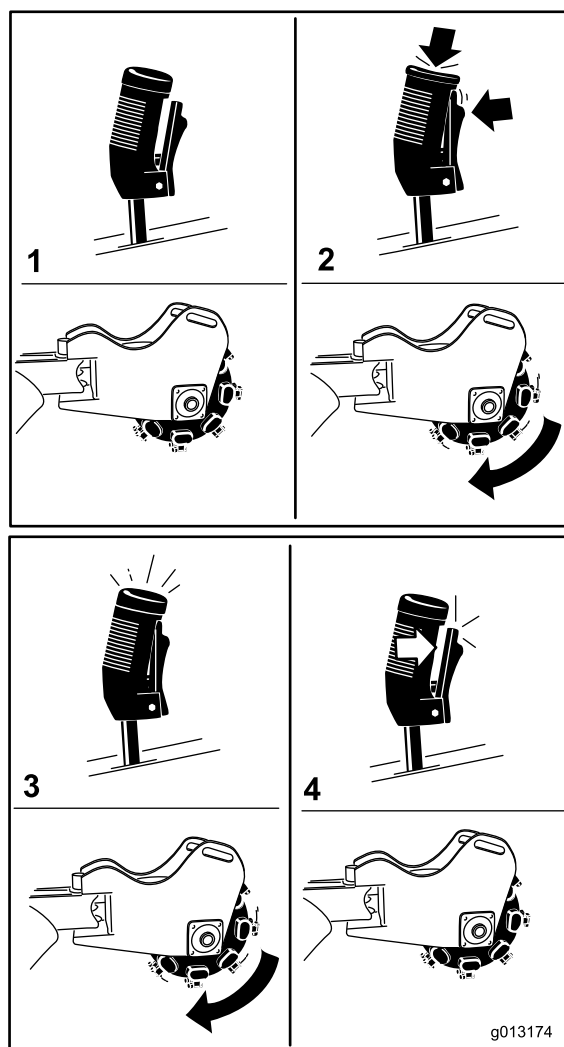

Figura 11
- Para poner en marcha el desbastador (Figura 11), apriete el gatillo y, a continuación, pulse el botón rojo en la parte superior de la palanca. Cuando el desbastador haya arrancado, puede soltar el botón rojo.
- Para detener el desbastador (Figura 11), suelte el gatillo durante más de medio segundo.